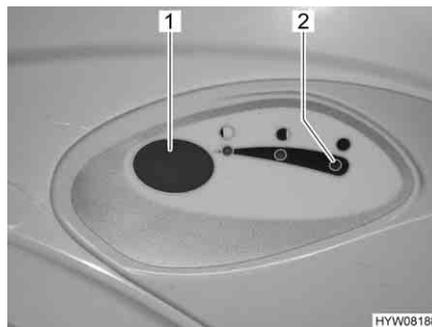

Fig. 171 Pulsante dello sciacquone/spia di controllo toilette Thetford
- Per sciacquare premere il pulsante blu (Fig. 171,1).
La spia di controllo (Fig. 171,2) si accende quando il serbatoio fecale deve essere svuotato.